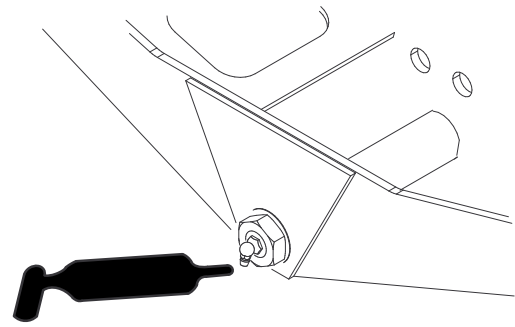

Bild 109
- Achsenlenkzapfen (1) (Bild 109)